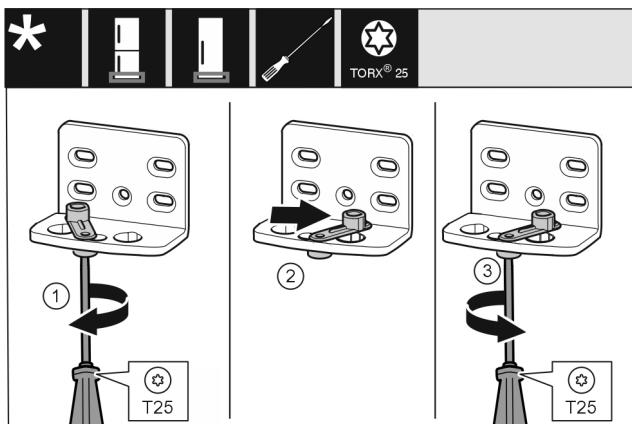

Fig. 13
- Atlaisvinkite varžtą atsuktuvu T25. Fig. 13 (1)
- Pakelkite pagalbinį durų uždarymo įtaisą ir 90° kampu pasukite į dešinę kiaurymėje. Fig. 13 (2)
- Tvirtai prisukite varžtą atsuktuvu T25. Fig. 13 (3)